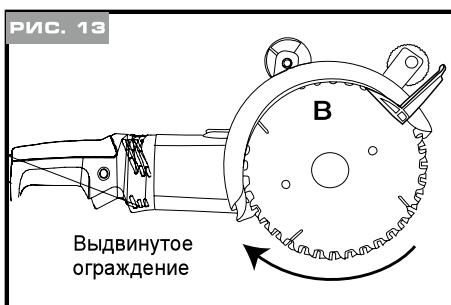

РИС. 13
- 2. Откройте выдвижное ограждение (см. рис. 13).